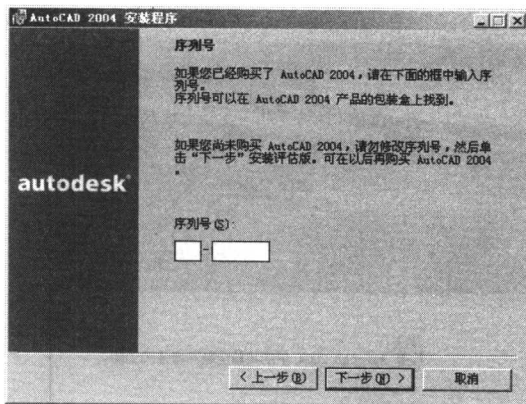

图 1-4 “序列号”窗口
⑤ 单击“下一步”按钮，打开如图 1-4 所示的“序列号”窗口，在“序列号”下面的文本框中，输入所选购 AutoCAD 2004 软件所提供的序列号。